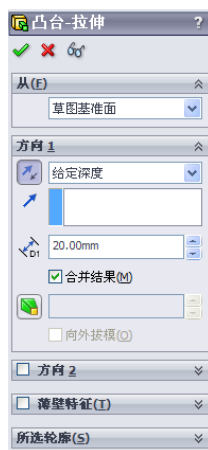

图 13-134 “凸台-拉伸”属性管理器
(12) 拉伸实体 5。选择菜单栏中的“插入”→“凸台/基体”→“拉伸”命令，或者单击“特征”工具栏中的 (拉伸凸台/基体) 按钮，此时系统弹出如图 13-134 所示的“凸台